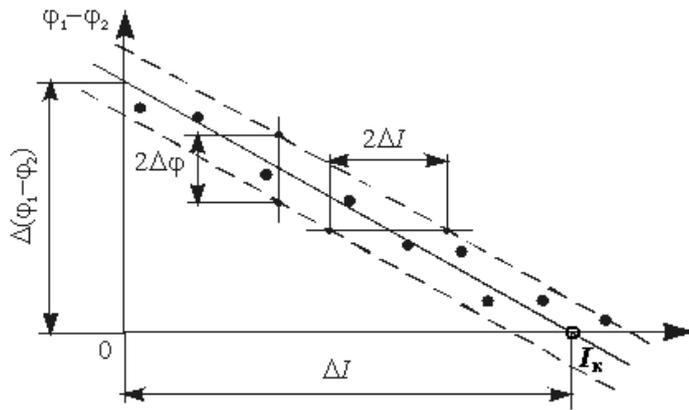

Рис. 7
4. Нанесите точки, соответствующие данным таблицы 1, на координатную плоскость, как показано на рис. 7.
5. Проведите прямую линию с учетом разброса экспериментальных значений до ее пересечения с осями абсцисс и ординат. Примерный вид прямой показан на рис. 7.
6. Выше и ниже полученной зависимости выделите пунктирными линиями полосу разброса экспериментальных данных, как показано на рис. 7.
Для определения погрешности измерения тока проведите прямую параллельную оси абсцисс (см. рис.7). Погрешность определения тока ΔI равна половине разности токов $2\Delta I$, соответствующих точкам пересечения проведенной прямой с полосой разброса экспериментальных данных.